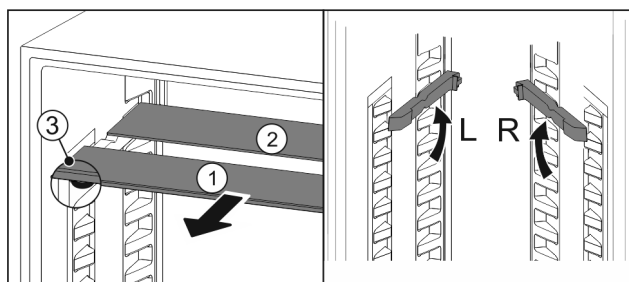

Fig. 194
- Посуньте Fig. 194 (1) скляну панель вперед.
- Скляна панель Fig. 194 (1) з декоративною планкою лежить спереду.
- Стопори Fig. 194 (3) показують вниз.